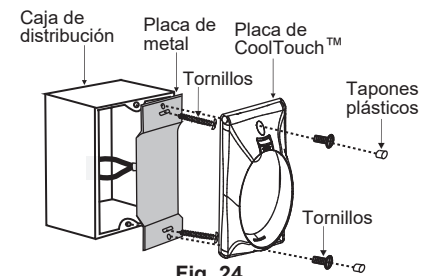

Fig. 24
Paso 2. Instale la placa de metal y la placa de pared CoolTouch™ en la caja de distribución de pared existente con los 4 tornillos proporcionados. Luego, coloque los dos tapones plásticos en la placa de pared. (Fig. 24)